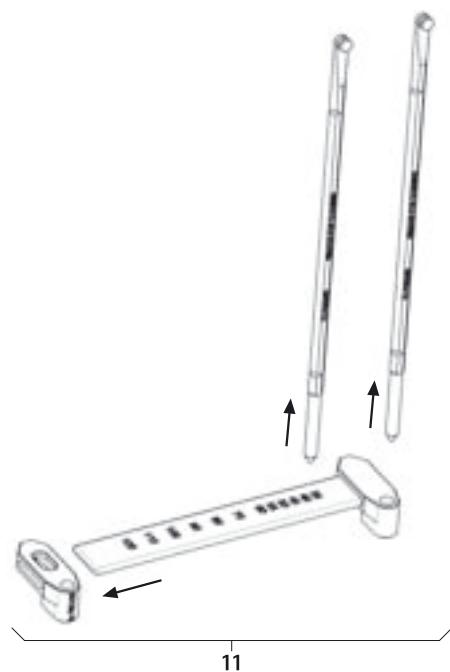

Fig. 6
- Desmontar o medidor do comprimento de barras 11, ver Fig. 6.